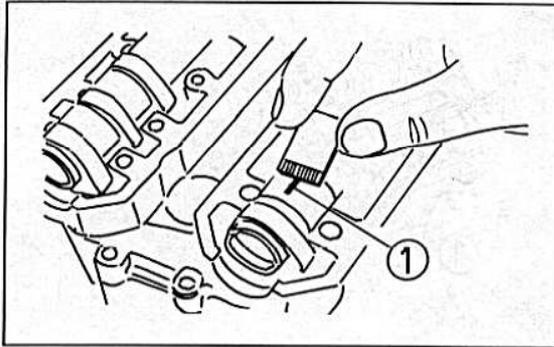

Bild 122
- Werden spitze Pleuellagerkettenradzähne vorgefunden, müssen die Pleuellagerkettenräder mit der Steuerkette ersetzt werden (Bild 122).